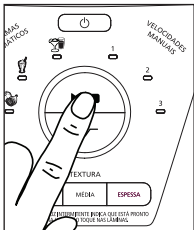

Fig. 22
4. Depois de escolher o programa automático e a seleção de textura desejada, pressione o botão para iniciar/parar  $\blacktriangleright/\bullet$  (Fig. 22).
5. Para alterar sua escolha, pressione o botão para iniciar/parar  $\blacktriangleright/\bullet$  para cancelar o programa (Fig. 22). Escolha o programa automático e a seleção de textura desejados. Pressione o botão iniciar/parar  $\blacktriangleright/\bullet$  para iniciar o programa (Fig. 22).